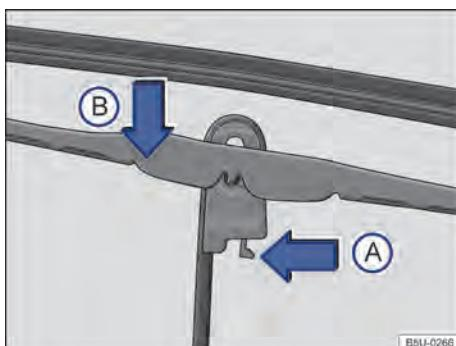

Fig. 107 Substituir as palhetas dos limpadores do para-brisa.
- Colocar a palheta em uma posição perpendicular em relação ao braço → Fig. 107.